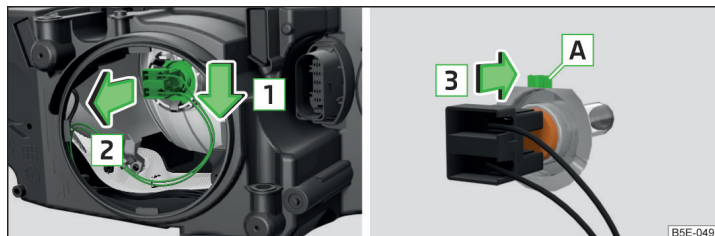

Fig. 235 Înlocuirea becului luminii de întâlnire
- Desprindeți conectorul, împreună cu becul cu incandescență, în sensul săgeții **1** » fig. 235.
- Introduceți un bec cu incandescență nou în așa fel, încât elementul de fixare **A** de pe becul cu incandescență » fig. 235 să se potrivească în degajarea de pe reflector.